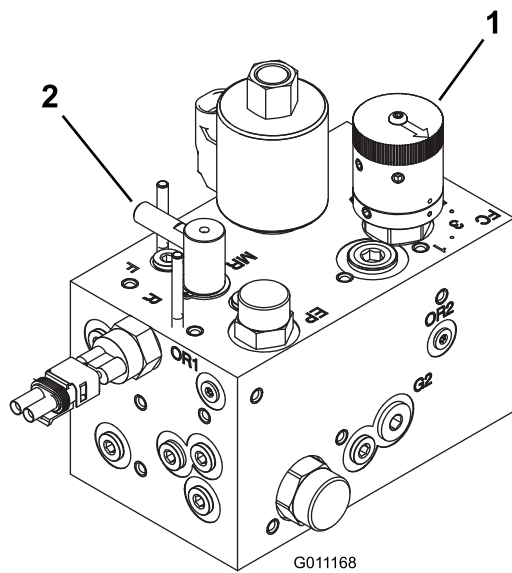

Figura 41
- Gire el mando de control de velocidad del molinete (Figura 41) al número determinado en el Paso 1.